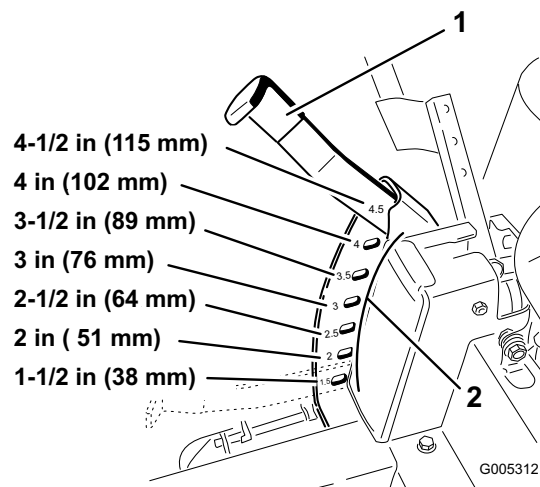

Figure 14
1. Relevez le levier de sélection de hauteur de coupe en position de transport, à la position de réglage 4,5 (qui correspond aussi à la hauteur de coupe de 115 mm) (Figure 14).